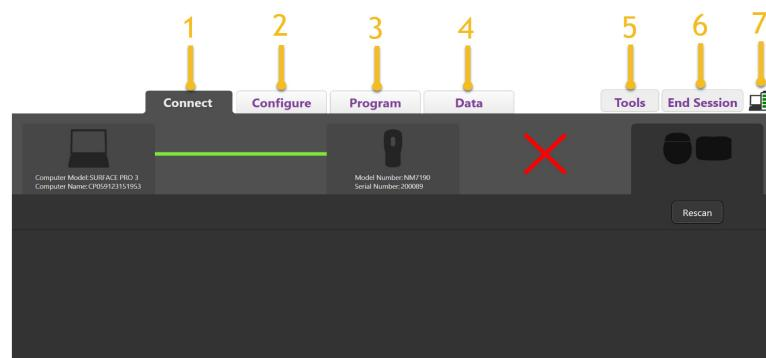

Рисунок 3. Вкладка Connect (Подключение)
4. После запуска Vercise Neural Navigator на экране появится вкладка **Connect** (Подключение), после чего программное обеспечение автоматически попытается подключиться к стимулятору (Рисунок 3).